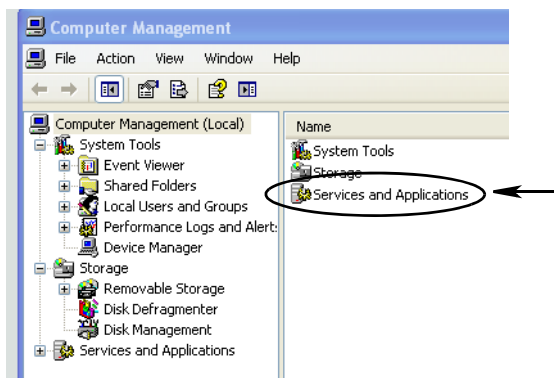

FIG. 54
- b. Dubbelklik op Diensten en applicaties (FIG. 54).